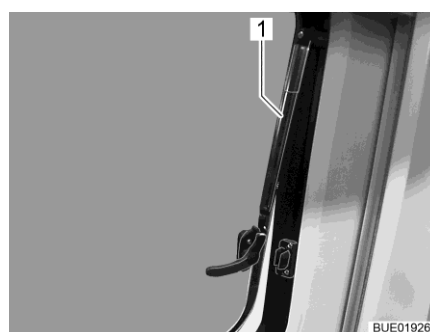

Fig. 20 Fenêtre projetante avec bras automatique
- Ouvrir la fenêtre projetante jusqu'à la position d'ouverture désirée. Faire s'enclencher la fenêtre projetante avec bras automatique (Fig. 20,1).